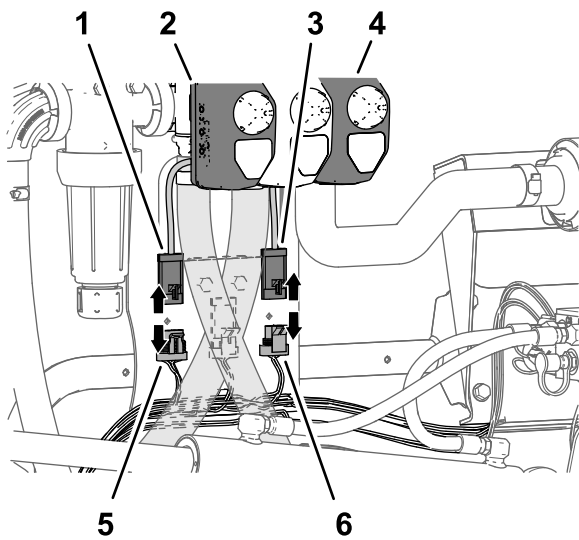

Figura 30
2. Desconecte el conector hembra de 4 vías del arnés de cables de la máquina marcado RATE VALVE del conector de 4 pines del actuador de la válvula de caudal (Figura 30).
3. Desconecte el conector hembra de 3 vías del arnés de cables de la máquina marcado MASTER SPRAY VALVE del conector de 3 pines del actuador de la válvula de fumigación maestra (Figura 30).